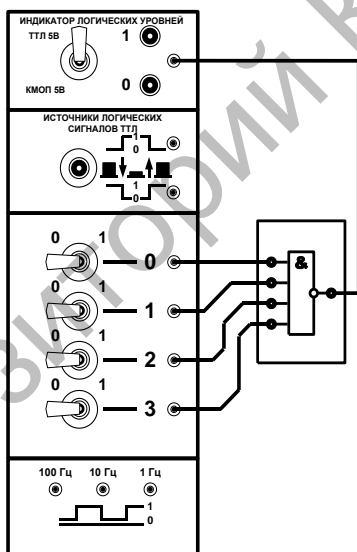

Рисунок 5.45
3.1 Соберите исследуемую логическую цепь, изображенную на рис. 5.45.